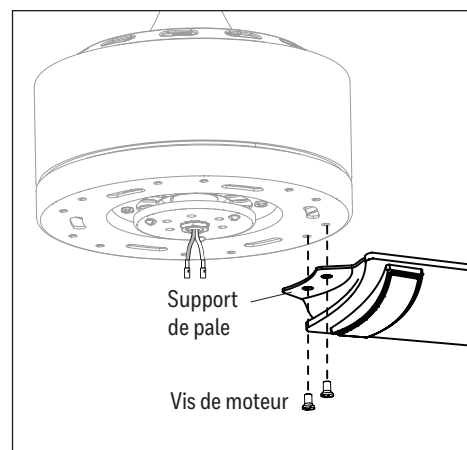

Figure 5.5
5. Fixez un support de pale à la partie inférieure du moteur à l'aide des vis de moteur retirées précédemment. Fixez solidement chaque support de pale au moteur avant de passer à la fixation suivante (Figure 5.5).